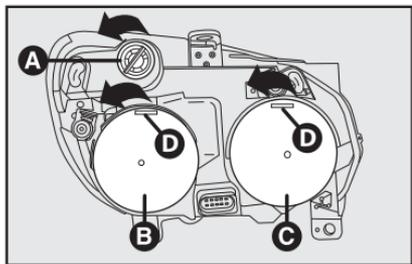

fig. 15
- 1) Remover a tampa de proteção de borracha **C-fig. 15**, puxando-a pela parte **D**;
- 1) Remover a tampa de proteção de borracha **B-fig. 15**, puxando-a pela parte **D**;
- 1) Girar o porta-lâmpada **A-fig. 15** e removê-lo.